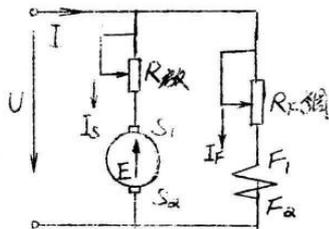

图 1-7
2) 在图1-7中将R放改接成 R_s 调。(即 R_s 调容量大可